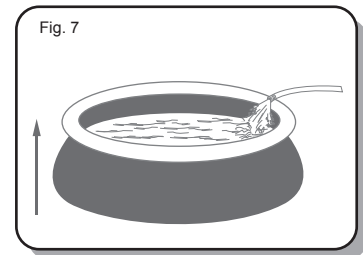

Fig. 8
5. Fyll poolen tills vattenkapaciteten är 80% upp till undersidan av den uppblåsta ringen på poolen så att sidorna är släta och fasta. FYLL den INTE FÖR MYCKET eftersom det kan göra så att poolen kollapsar. Vid häftiga regnfall kan du behöva tömma ut lite vatten för att se till att nivån är korrekt. (Se Fig. 8)